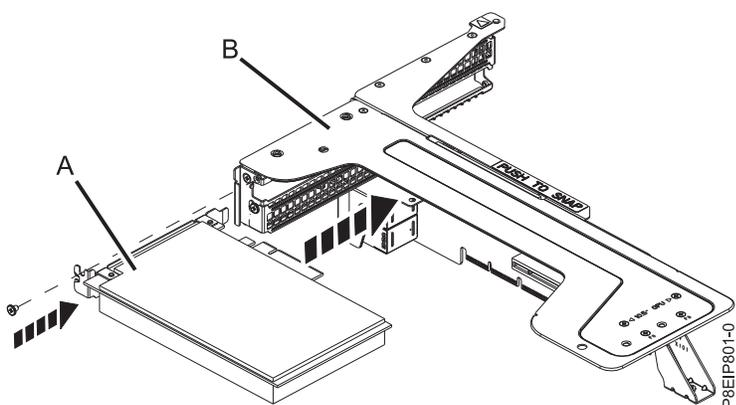

Figura 50. Inserindo um adaptador na posição 3 do riser PCIe
- b. Insira o adaptador PCIe (A) que está localizado na posição 3 no riser do adaptador PCIe (B) conforme mostrado na Figura 50.